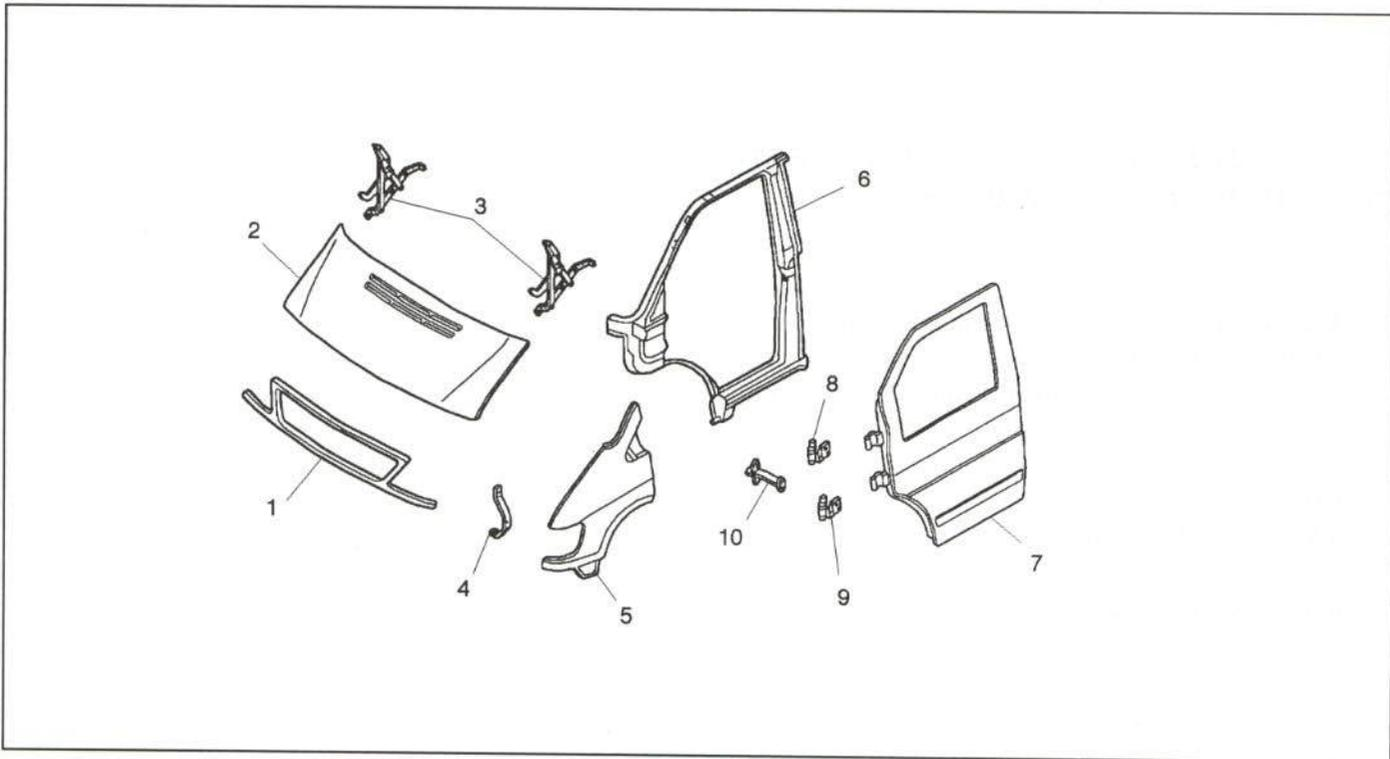

Figura 7.- Despiece exterior delantero y central
- Exterior delantero (figura 7).